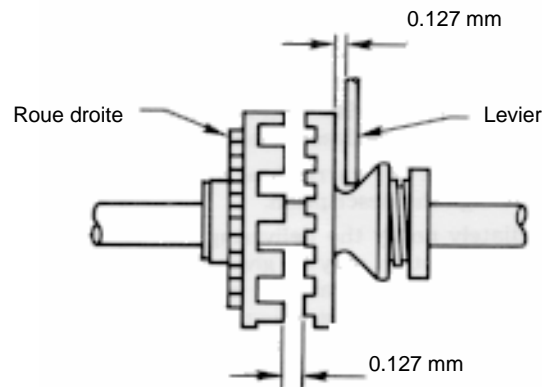

Figure 27. Réglage levier d'embrayage
b. Mesurer les intervalles comme indiqué en figure 27.